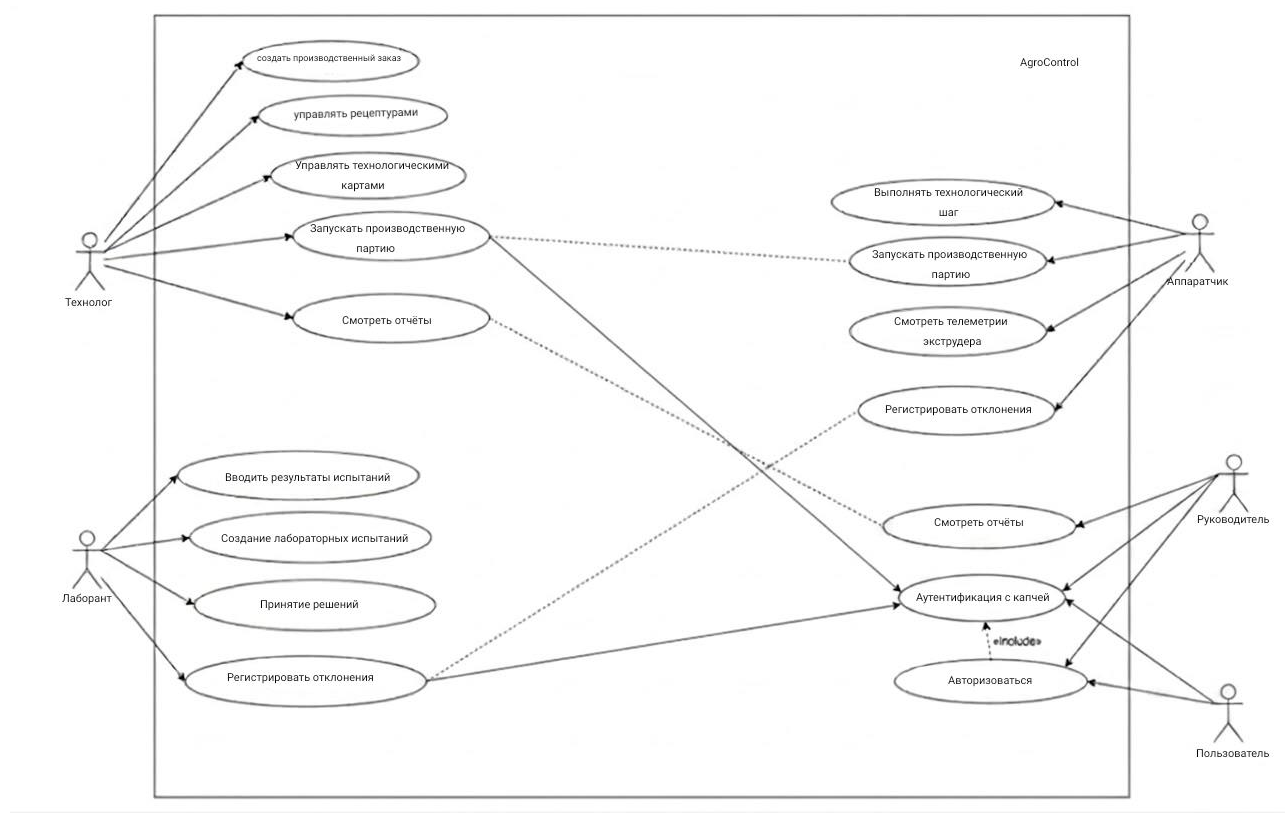

Рисунок 1 - UML-диаграмма вариантов использования
- **Аппаратчик** — выполняет технологические операции на оборудовании (включая экструдер), фиксирует фактические параметры (Рис.1).